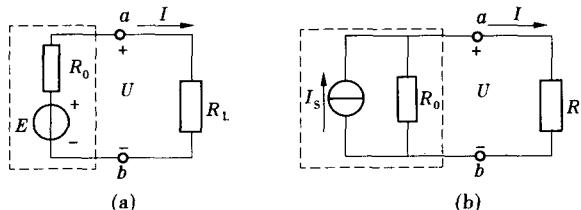

图 1-15 例题 1-5 图
**【例 1-5】** 有一直流发电机, $E = 230V$ , $R_0 = 1\Omega$ ,当负载电阻 $R_L = 22\Omega$ 时,用电源的两种电路模型分别求电压 $U$ 和电流 $I$ ,并计算电源内部的损耗功率和内阻压降,看是否相等(见图 1-15)。
解:图 1-15 所示的电压源电路和电流源电路中,
在图 1-15(a)中
在图 1-15(b)中